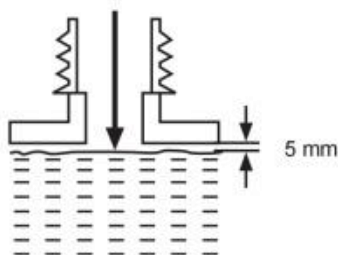

Fig. 17
3) Ne pas trop remplir et laisser env. 5 mm d'espace jusqu'au bord inférieur pour laissez le lubrifiant se dilater (Fig. 17).